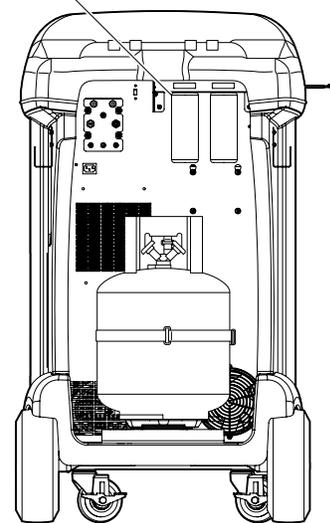

Figure 6
3. Jetez toute huile dans la bouteille de vidange d'huile conformément aux réglementations en vigueur. Reportez-vous à la Figure 6.